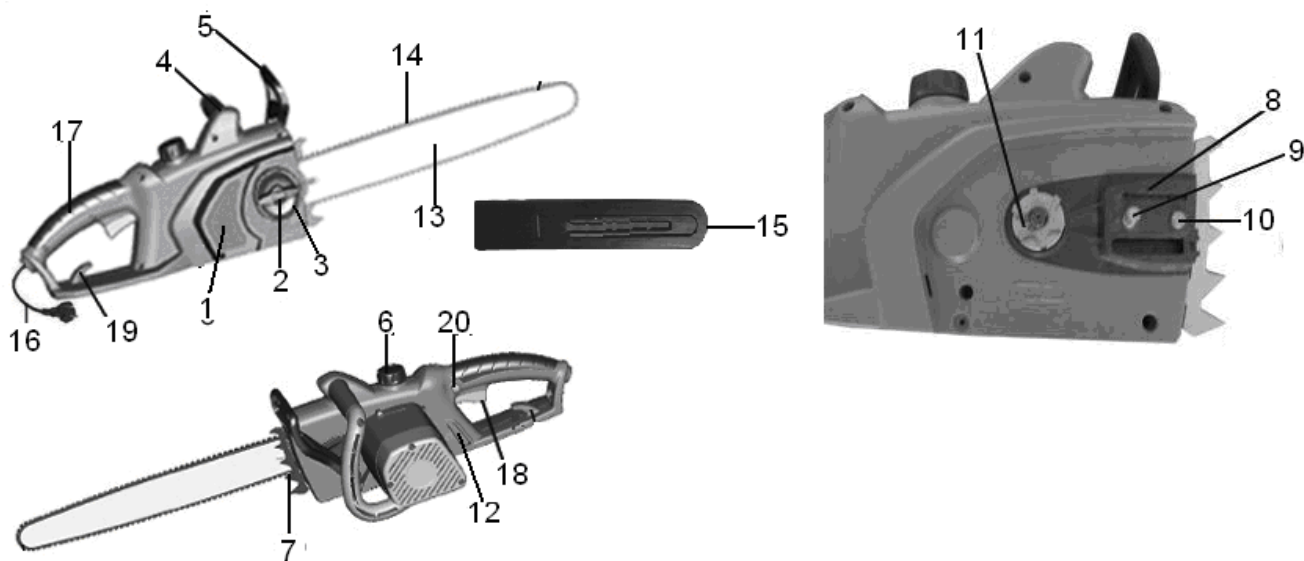

Fig.1
4. Placer la chaîne (Fig.1, 14) dans la rainure du guide-chaîne (Fig.1, 13), respecter le sens de la marche adéquat, indiqué par le symbole du sens de la marche (Fig. 4).
6. Fixer le couvercle (Fig.1, 1) et serrer l'écrou au niveau du couvercle du pignon. (Fig. 6 et Fig. 7)
Un crochet de retenue du cordon (Fig.1, 19) est présent sur le boîtier de la tronçonneuse pour empêcher que la connexion électrique entre la rallonge et la prise de la tronçonneuse ne soit divisée.